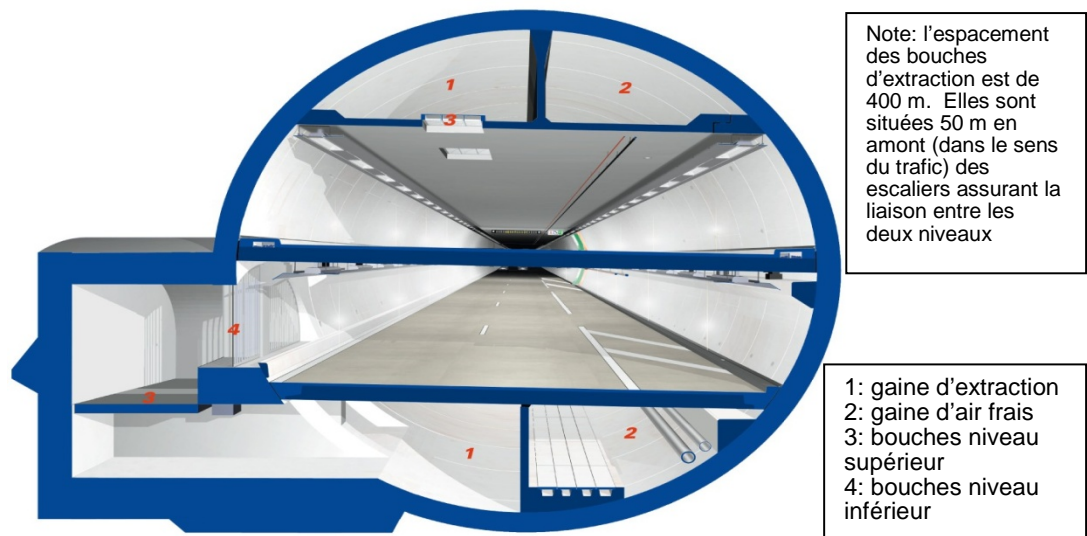

Figure 8 – concept du système de ventilation en profil en travers
L'installation de ventilation du Duplex est un système mixte (**Figure 8**):
- pour chaque étage, des bouches d'extraction des fumées motorisées et télécommandées avec un espacement de 400 m, sont reliées aux gaines d'extraction situées soit en-dessous, soit au-dessus des espaces de circulation (**Figure 8**),